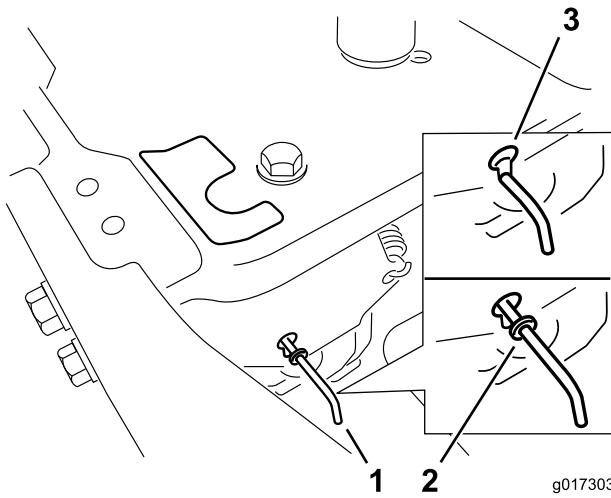

Figura 25
4. Mova as alavancas de derivação para a frente através do orifício da chave e para baixo para as bloquear no lugar (Figura 25).
Mova as alavancas de derivação para trás através do orifício da chave e para baixo para as bloquear no lugar, como se mostra em Figura 25.